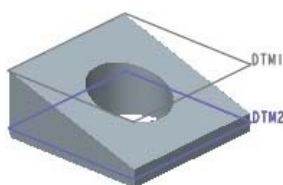

图 5.36.7 基准平面 DTM2
Step5. 创建基准平面图 5.36.7 所示的 DTM2。选取 TOP 基准平面为偏移参考, 偏移距离值为 15。